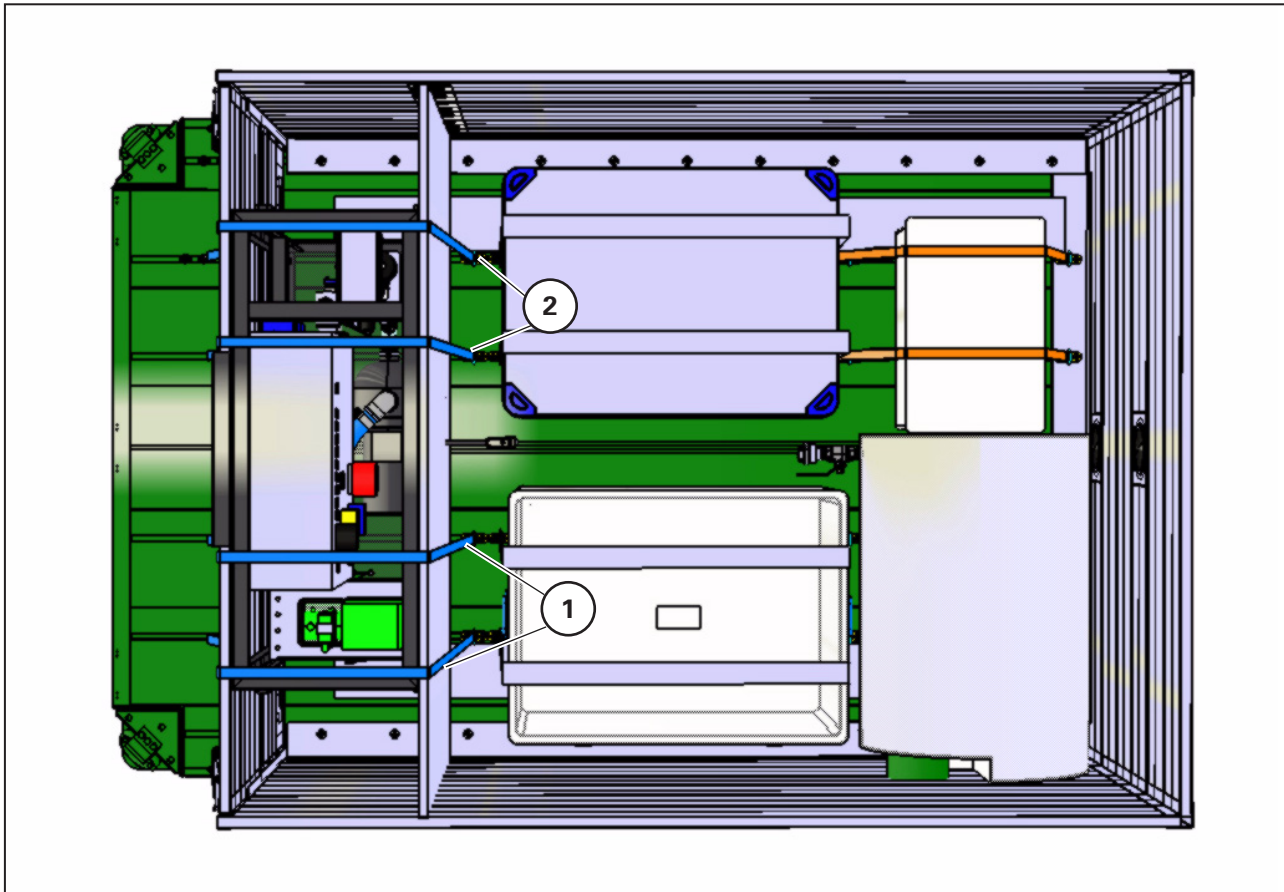

Bild 8 Beladung
8. Die zwei blauen Spanngurte (8/1) links **zwischen Schaltschrank und Rahmen des Technikmoduls führen (siehe Achtungssymbol in Bild 8)**, an den vordersten Ösen einhängen und mit den Ratschenschlössern spannen.